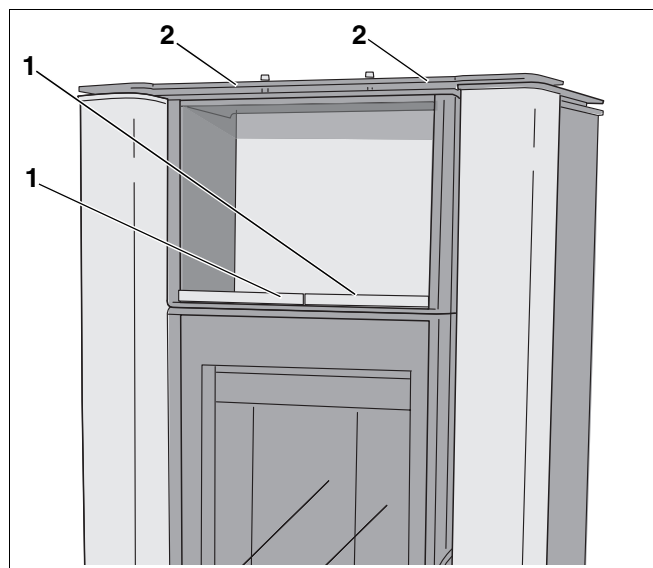

Abb. 14 Kacheln – blueline 4
- Die beiden Kachelabdeckplatten (Abb. 14, **Pos. 2**) auflegen.
- Die beiden Warmhaltefachkacheln (Abb. 14, **Pos. 1**) einlegen.